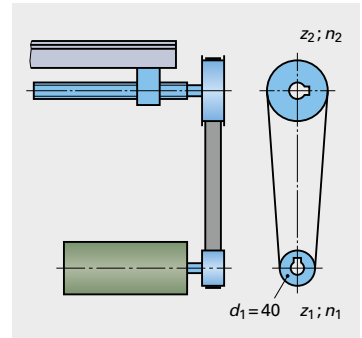

Bild 2: Zahnriemen-Antrieb
2. **Zahnriemen-Antrieb (Bild 2).** Die Zähnezahlen der Zahnriemenscheiben betragen  $z_1 = 25$  und  $z_2 = 36$ . Zu berechnen sind